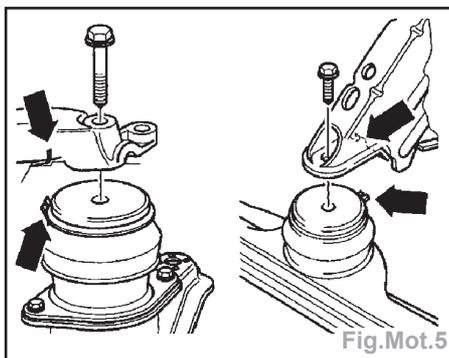

Fig.Mot.5
- en montant les supports du moteur, vérifier que la languette de la console arrière droite et la rainure de la console avant s'encastrent dans les guidages des silentblochs (flèche) (Fig.Mot.5),
- en montant les supports du moteur, veiller à ce que la patte de la console arrière droite et l'aplatissement de la console avant s'emboîtent dans les glissières des silentblochs (flèches) (Fig.Mot.5),